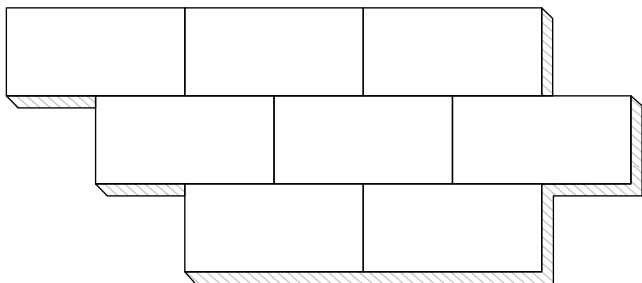

Рисунок 5.4. Смещение плит одного слоя при укладке
**5.3.10.** Теплоизоляционные плиты одного слоя необходимо уложить легким прижимом со смещением в соседних рядах, равным половине их длины (рис. 5.4). При укладке необходимо обеспечивать ровность верхней плоскости теплоизоляционного слоя.